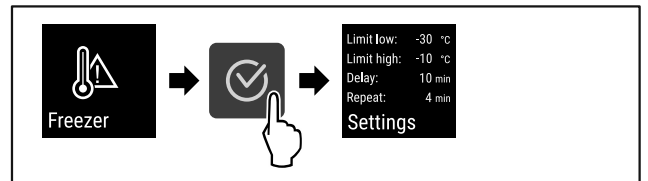

Fig. 102
- ▶ Efectuați pașii de acțiune (vezi Fig. 102).